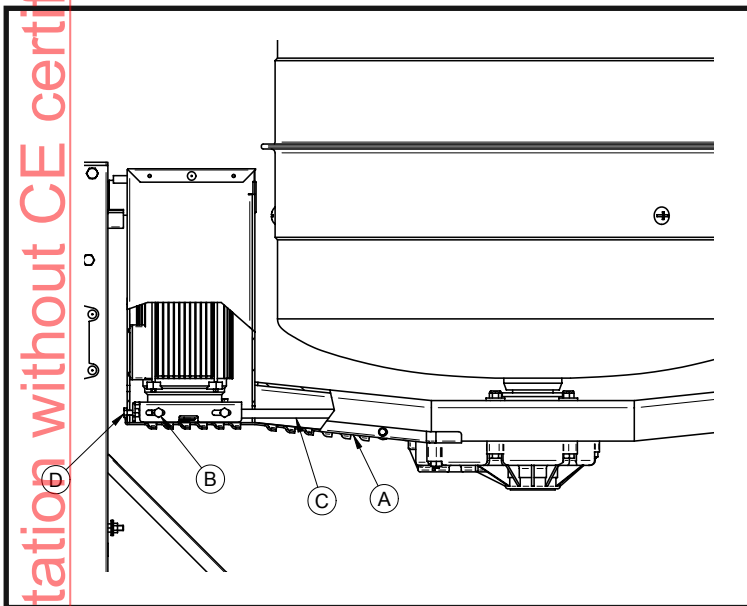

FIG. 4
3. Aflojar los 4 tornillos (ref.B, fig.4) que bloquean el soporte del motor eléctrico y tensar la correa (ref.C, fig.4) con el tornillo (ref.D, fig.4): si la tensión de la correa es correcta, aplicando una fuerza de F=0.6 Kg aproximadamente en el centro del tramo libre de la correa, la flecha deberá indicar f=5 mm aproximadamente (fig.9).
3. Aflojar los 4 tornillos (ref.B, fig.4) que bloquean el soporte del motor eléctrico y destensar la correa (ref.C, fig.4) con el tornillo (ref.D, fig.4) para extraerla de las poleas del motor eléctrico y del reductor.
5. Tensar la correa con el tornillo (ref.D, fig.4): si la tensión de la correa es correcta, aplicando una fuerza de F=0.6 Kg aproximadamente en el centro del tramo libre de la correa, la flecha deberá indicar f=5 mm aproximadamente (fig.9).